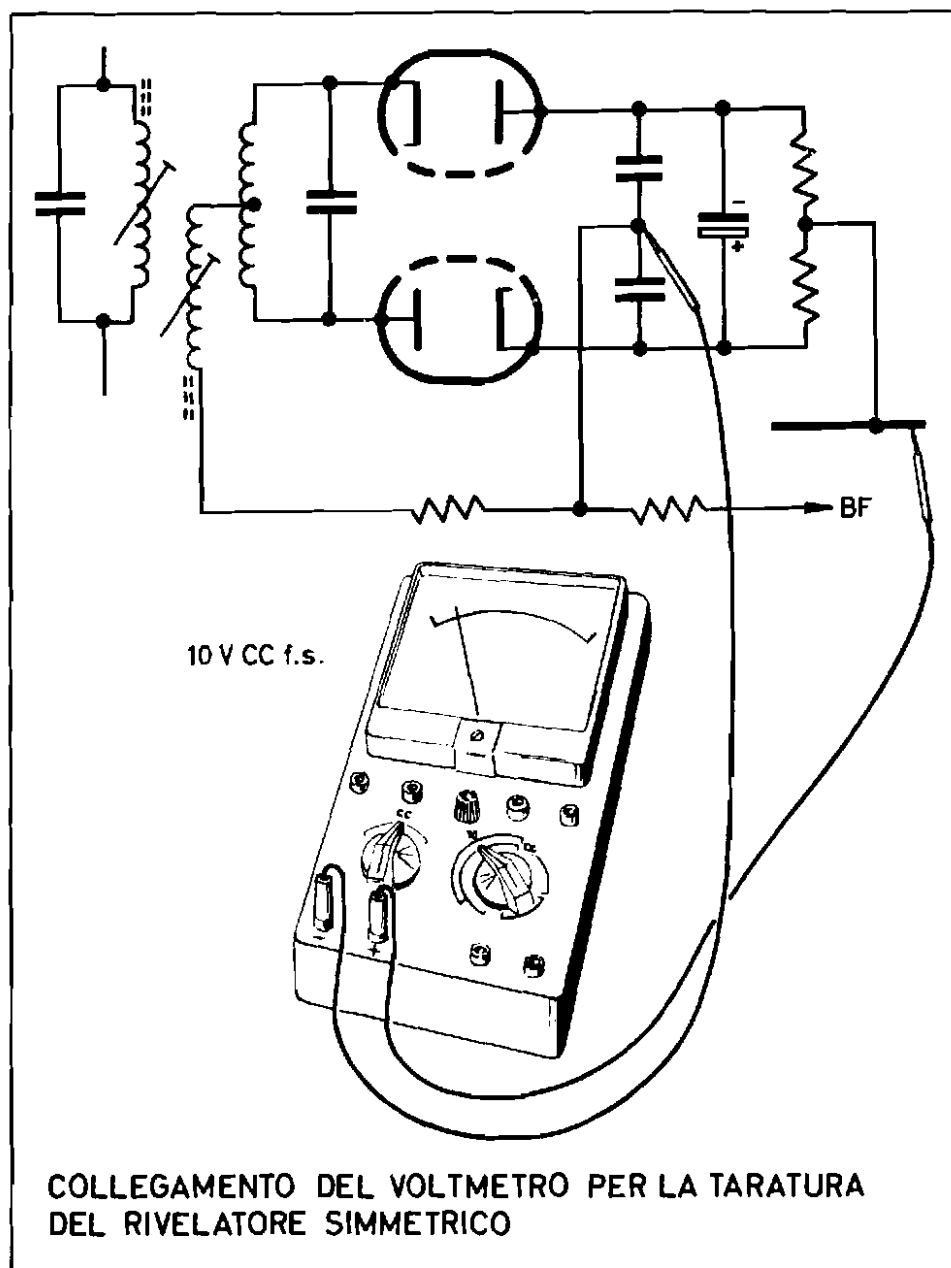

Fig. 13
a) Si collega il voltmetro, sempre disposto sulla portata 10 V CC f.s., fra i punti del rivelatore indicati nella *fig. 13*, mettendo il puntale positivo a contatto con la massa.